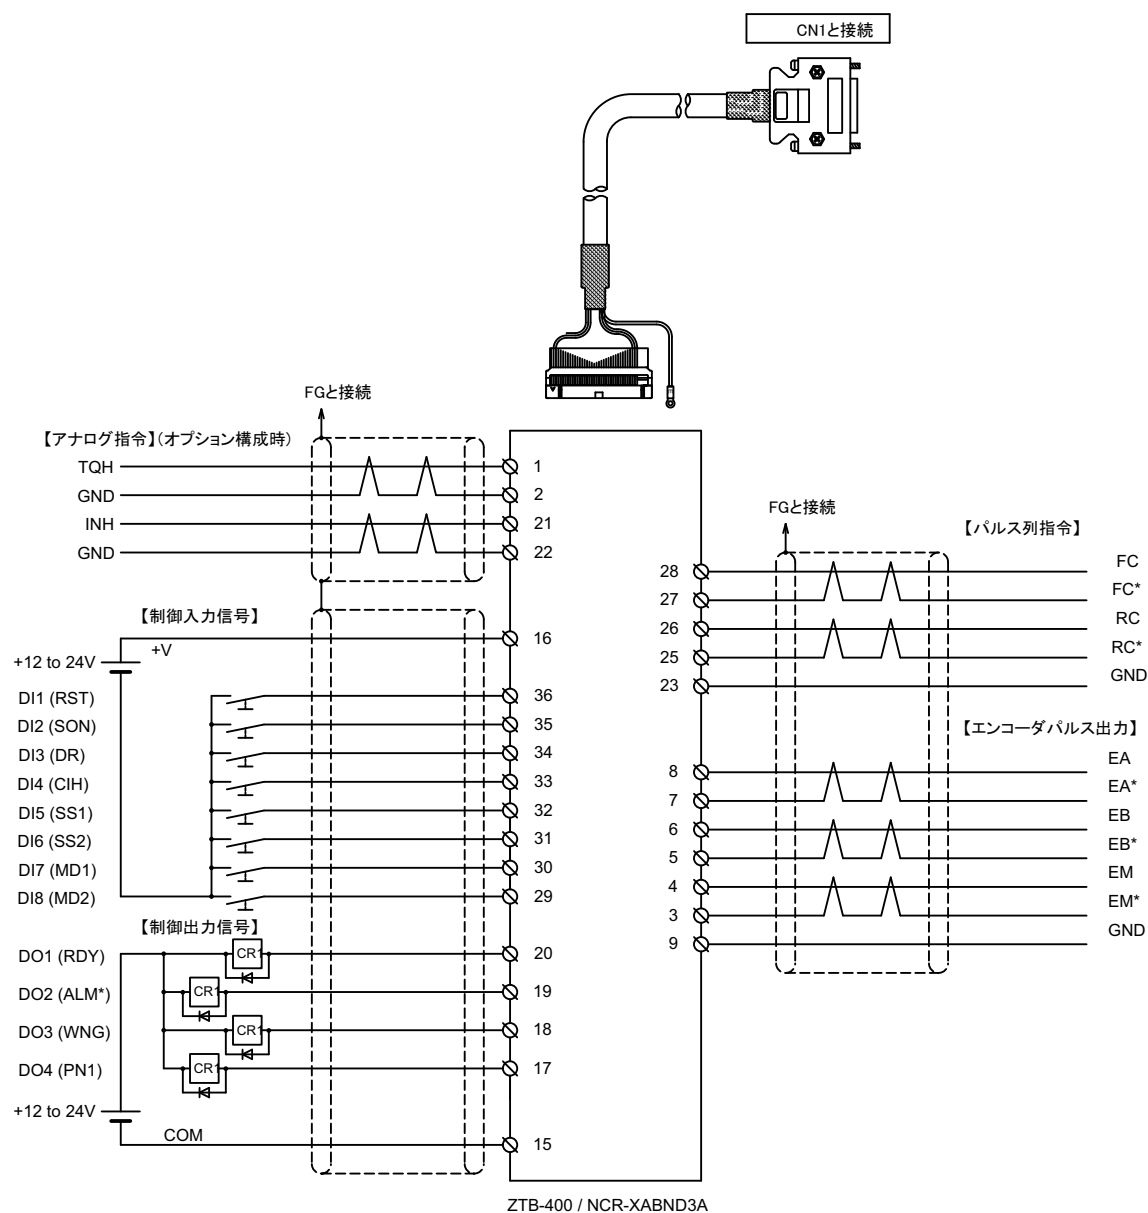

図3-3 I/O端子台(オプション)接続図
- 注 9:I/O 端子台 (オプション) を使用する場合は、「図 3-3 I/O 端子台 (オプション) 接続図」を参照してください。また、I/O 端子台はコネクタ CN1 とは端子番号が異なります。「3-3-9 I/O 端子台 (オプション)」の端子配列を参照してください。